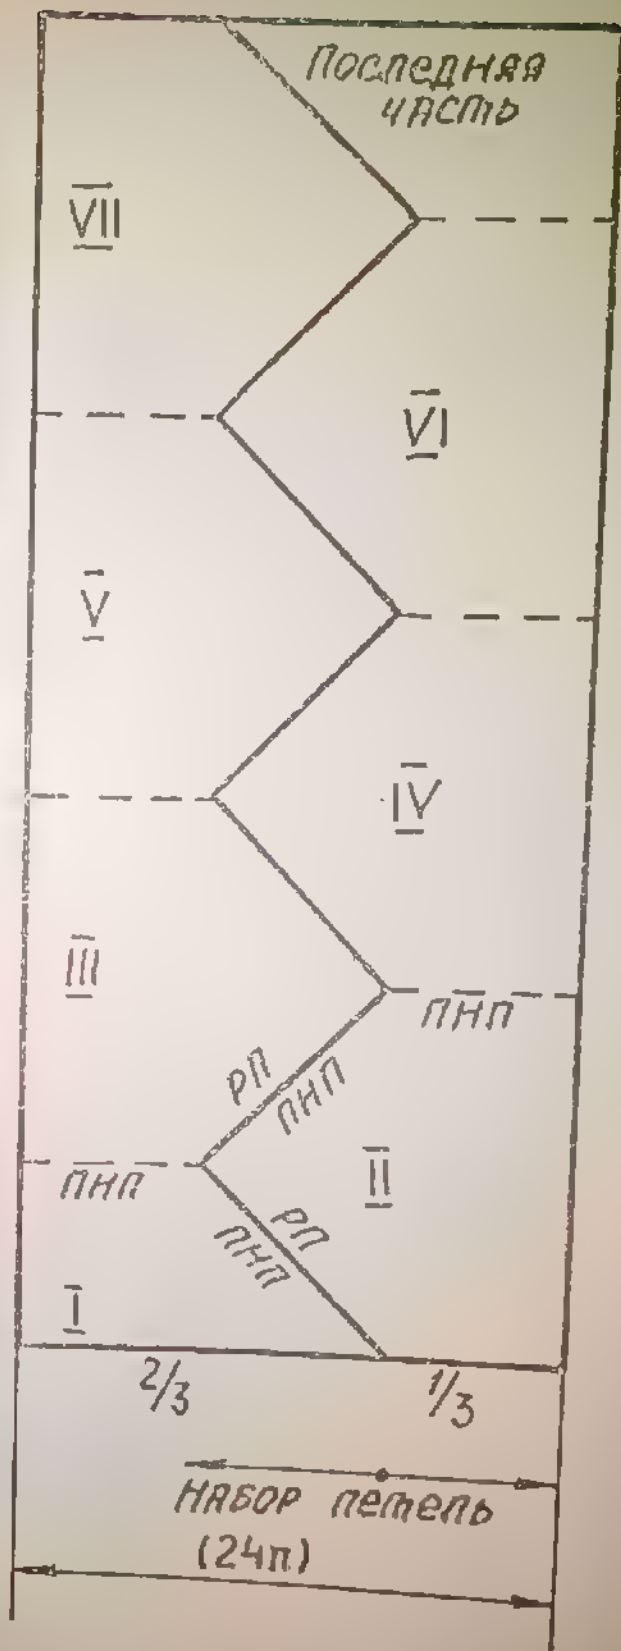

Рис. 14
Зигзагообразный переход двух цветов получается из-за применения частичного вязания. Для начала работы набирают на иглы машины $\frac{2}{3}$ (16) петель одним цветом и $\frac{1}{3}$ (8) петель другим цветом, причем набор петель производят в разные стороны (рис. 14). Рычаги «А» выключают.